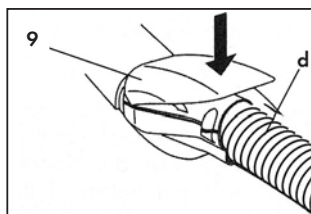

Fig. 11
- Ouvrir complètement la porte de la prise des accessoires (9) et introduire la fixation rapide du tuyau flexible (d) dans la prise située sur la partie avant de l'appareil en appuyant à fond.
- Fermer la porte de la prise accessoires (9) sur le corps de la fixation rapide en vous assurant que les éléments s'emboîtent Fig. 11.